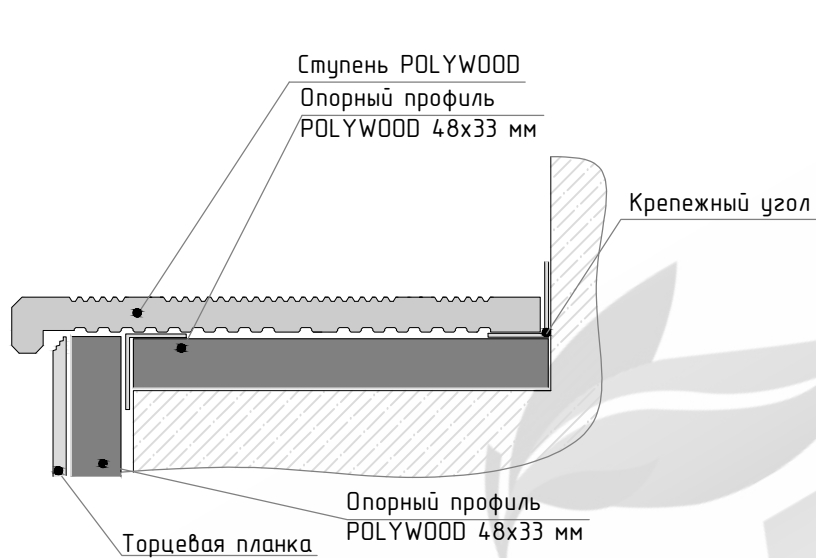
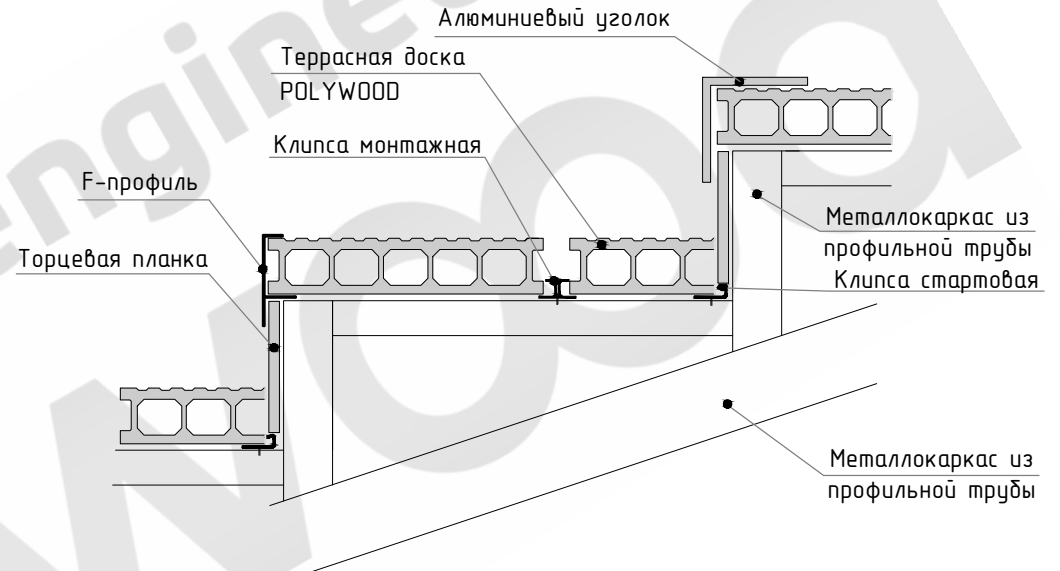
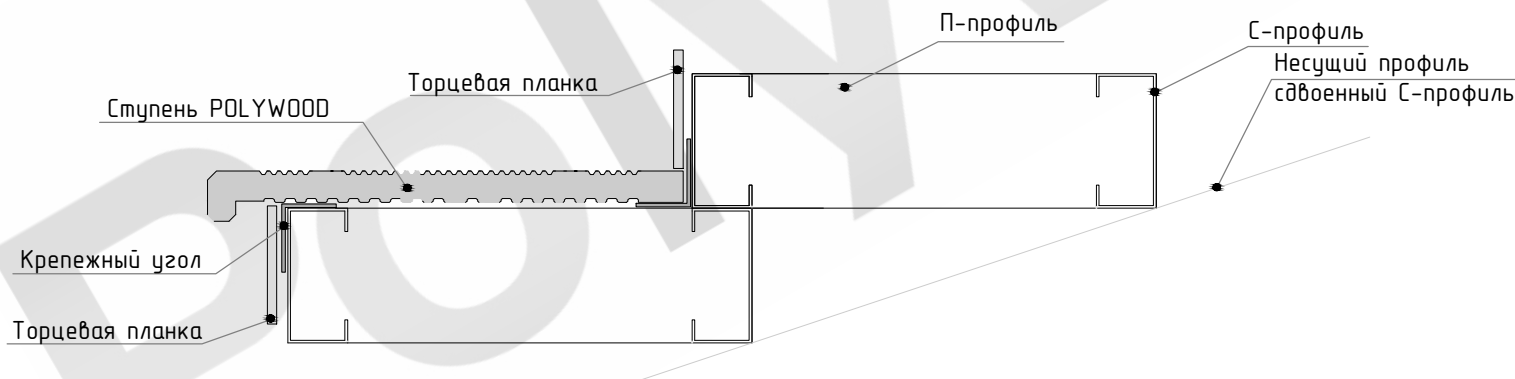

Рис.19 Монтаж ступеней на бетонное основание
Рис.20 Монтаж ступеней на металлокаркас
Рис.21 Монтаж ступеней на ЛСТК каркас
- Для ступеней могут быть использованы различные основания: бетонное основание (рис. 19), стальной каркас (рис. 20), ССК каркас (рис.21).
- При монтаже ступеней из террасной доски возможно применение различных элементов для защиты углов (рис. 20).